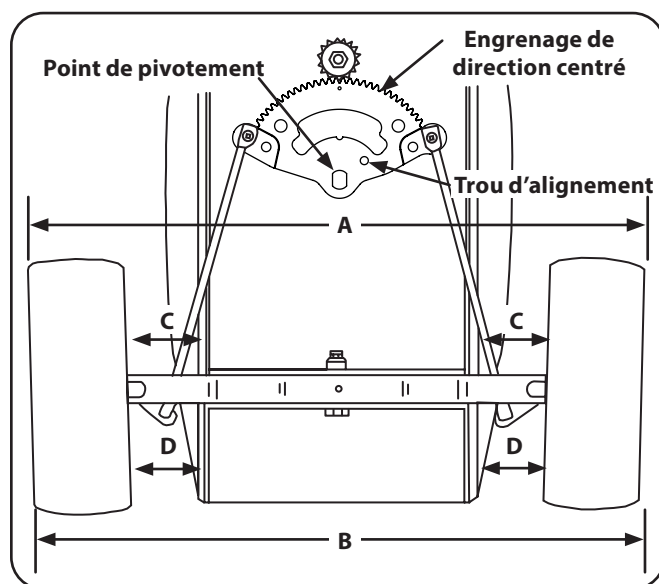

Figure 6-9
Le pincement des roues avant, c'est-à-dire la différence entre les mesures A et B, doit être entre $\frac{1}{8}$ " et $\frac{1}{4}$ ". Voir Figure 6-9.
1. Vérifiez que l'engrenage de direction est centré. Le trou dans l'engrenage de direction doit s'aligner avec le trou dans le boîtier de direction. Voir Figure 6-9.
3. Mesurez la distance entre le bord inférieur du châssis et la jante à l'avant de chaque roue (mesures D). Voir Figure 6-9. Les deux mesures doivent être égales.
4. Mesurez la distance entre le bord inférieur du châssis et la jante à l'arrière de chaque roue avant (mesures C). Voir Figure 6-9. La mesure D doit être de $\frac{1}{16}$ " à $\frac{1}{8}$ " inférieure à la mesure C de chaque côté du tracteur.